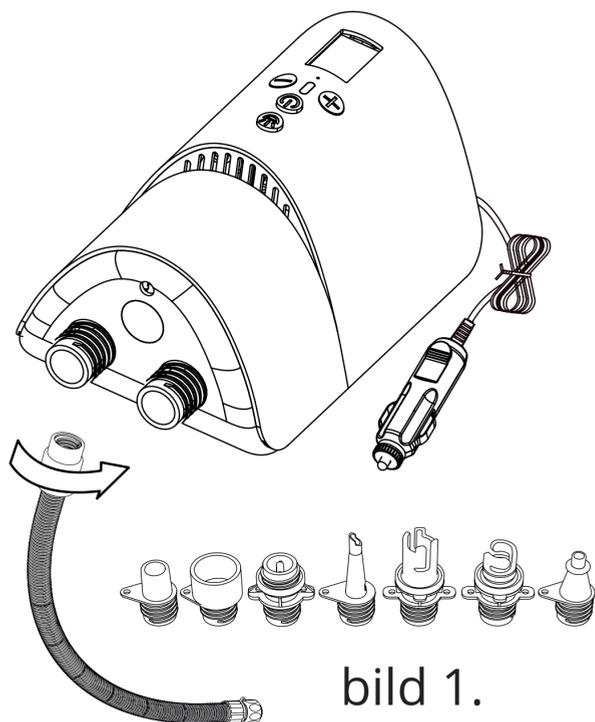

bild 1.
- Stecken Sie das Ende des Luftschlauchs in den Ein- oder Auslass der Pumpe (1) und drehen Sie es im Uhrzeigersinn fest. Wie in Bild 1 dargestellt.